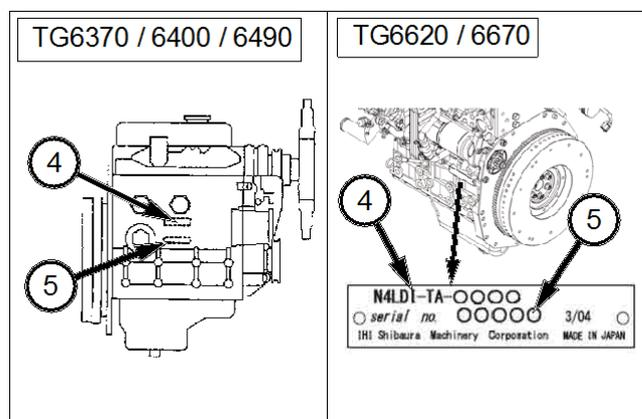

FIG. 32
FIG. 32: (TG6370 / 6400 / 6490) El número de modelo del motor (4) se encuentra en relieve en el lado derecho del bloque motor, sobre la bomba de inyección. El número de serie del motor (5) está indicado mediante perforaciones en el bloque de cilindros, bajo el número de modelo del motor.